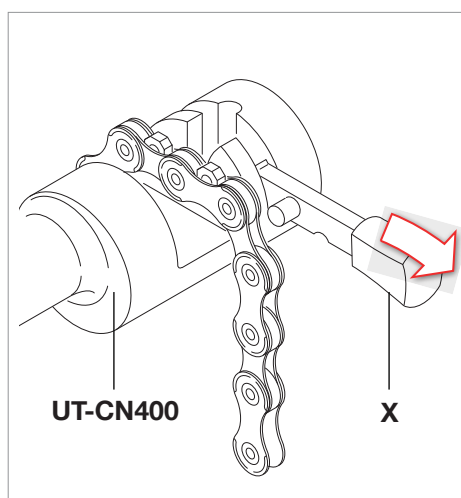

Abb.9
- Dann das Kettenglied, das geschlossen werden soll, in den vorgeformten Sitz im Werkzeug einsetzen (Abb. 9).